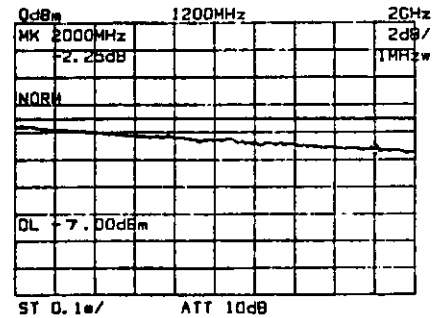

図 3-29 マーカの表示から波形の特性読む
- ⑧ マーカを表示しますとマーカのレベル・データで被測定波形上のマーカ点とディスプレイ・ラインとの相対値を直読できます (図 3-29)。